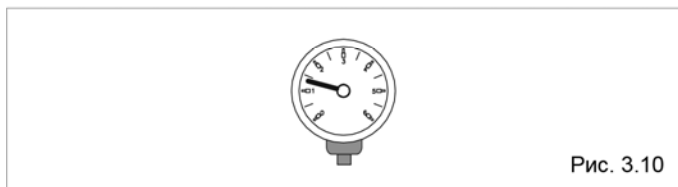

Рис. 3.10
– Перед выполнением данной операции убедитесь в том, что кран слива воды из котла (1) закрыт.
– Откройте запорные устройства на водопроводе и медленно заливайте воду до тех пор, пока манометр системы **в холодном состоянии** не покажет значение **1,5 бар** (рис. 3.10).